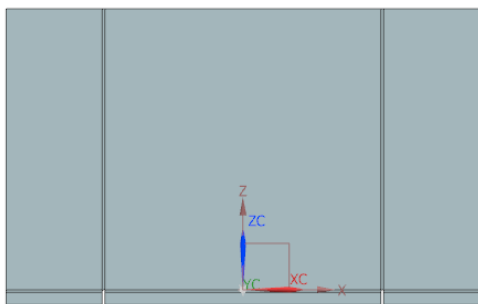

图 6-72 创建伸直特征
(4) 在如图 6-69 所示对话框中, 单击 **确定** 按钮, 创建伸直特征, 如图 6-72 所示。